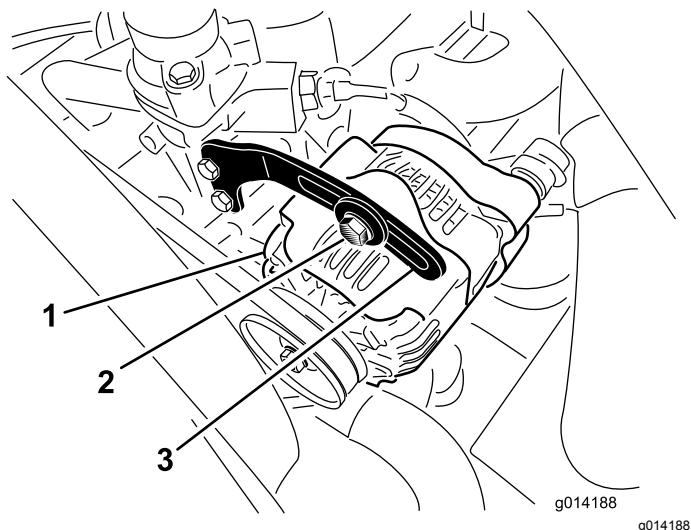

Figura 45
2. Compruebe la tensión de la correa del alternador presionándola (**Figura 45**) en el punto intermedio entre las poleas del alternador y del cigüeñal con una fuerza de 10 kg.
- Afloje el perno que sujet a el tirante al alternador (Figura 45) y el perno de pivote del alternador.